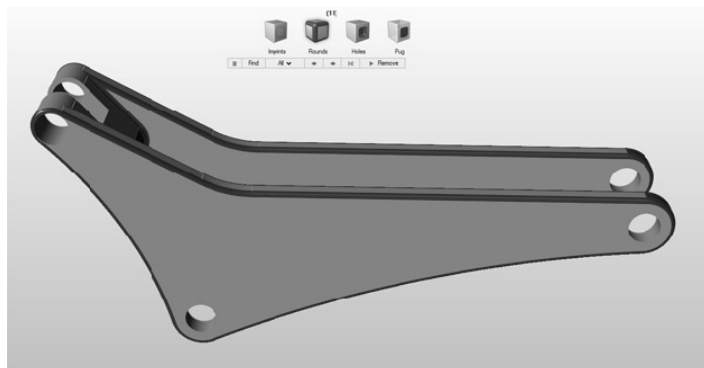

图 9-6
3) Inspire 会自动查找模型中所有的圆角和倒角。显示在圆角图标上方的数字表示已找到的倒角串（不是单个倒角）的数目，如图 9-6 所示。在可能的情况下，倒角应成串删除，而不